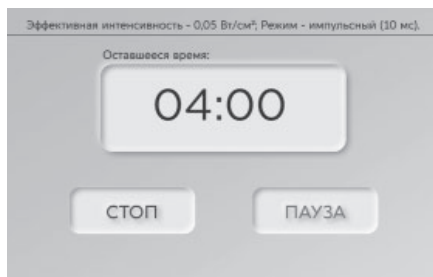

Рисунок 14. Экранная форма «Воздействие»
18.1 В случае необходимости прерывания воздействия нажмите кнопку «СТОП» экранной формы «Воздействие» (рисунок 14). При этом прозвучит звуковой сигнал, световая индикация индикатора состояния аппарата примет белый цвет, отобразится экранная форма, представленная на рисунке 18, длительностью 1 секунда, а затем появится экранная форма «Главный экран – установка параметров воздействия» (рисунок 11).
18.2 Для приостановки воздействия нажмите кнопку «ПАУЗА» экранной формы «Воздействие» (рисунок 14). На дисплее отобразится экранная форма, представленная на рисунке 19, световая индикация индикатора состояния аппарата будет мигать зеленым цветом. Для продолжения воздействия необходимо нажать кнопку «ПУСК», для завершения воздействия – кнопку «СТОП».